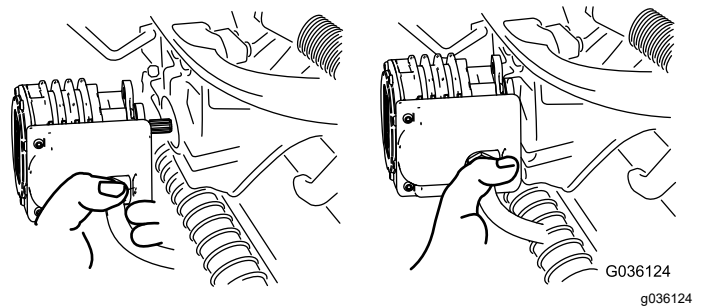

Figura 74
5. Mueva el motor al lugar de almacenamiento en la parte delantera del brazo de suspensión (Figura 74).